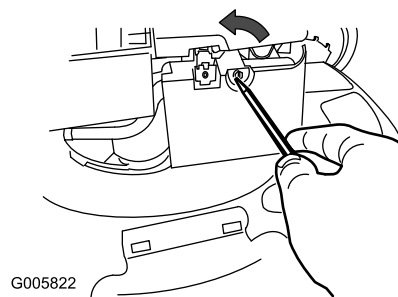

Figura 40
1. Aprite il coperchio del filtro dell'aria con un cacciavite (Figura 40).